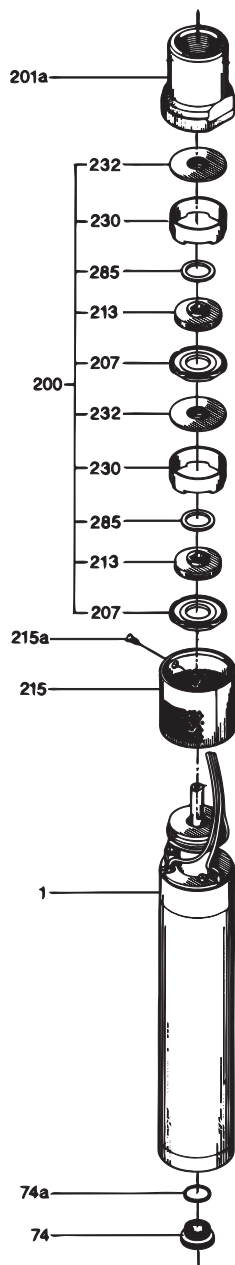

Fig. 16 Pumpekomponenter
Fremgangsmåde (se fig. 16):
7. Montér pumpehuset (pos. 201a) ned over sliddele inkl. løbere (pos. 200), og skru det fast på indløbsdelen på motoren (pos. 1). Se fig. 16.
9. Før si (pos. 215) ned over pumpehuset, og tryk den mod motoren. Drej sien højre om så hullet i sien og i pumpehuset er ud for hinanden.
10. Montér og spænd skrue (pos. 215a).